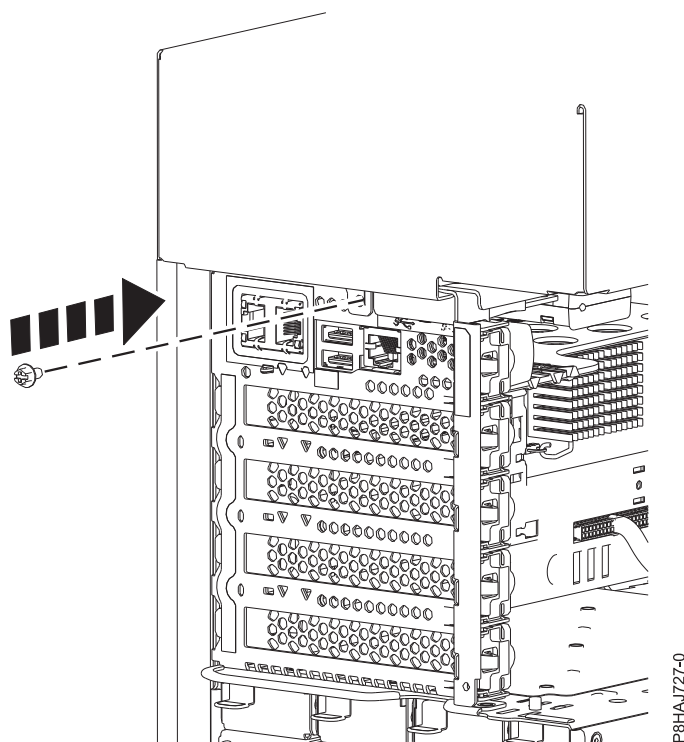

図 53. 8286-41A サイド・カバーねじの取り付け
5. プラスのねじ回しを使用して、サイド・カバー後部ねじを取り付けます (69 ページの図 53 を参照)。